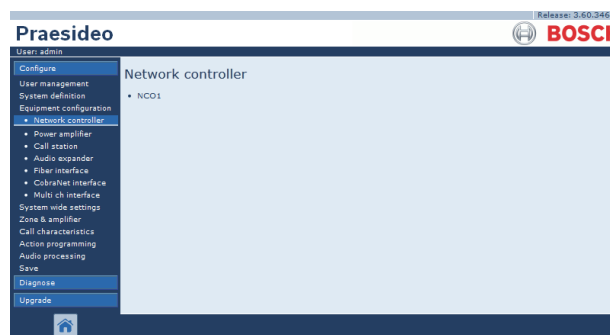

figure 44.2 : Configuration du contrôleur de réseau, étape 1
- 1 Allez à *Configure > Equipment configuration > Network controller*. Un écran semblable à celui de la figure 44.2 s'affiche dans le cadre principal de l'interface Web.